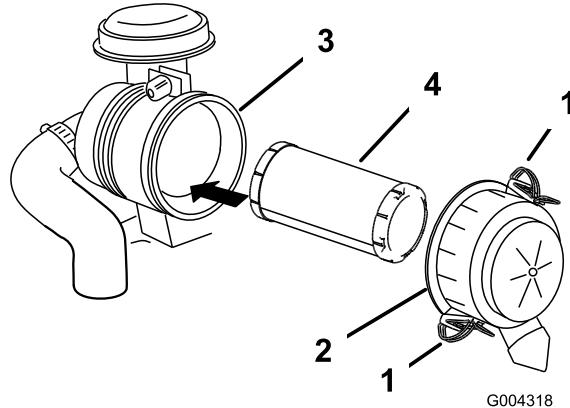

Figura 32
3. Abra los cierres del limpiador de aire y tire de la tapa del limpiador de aire para separarla de la carcasa del limpiador de aire (Figura 32).
5. Extraiga con cuidado el filtro de aire de la carcasa del limpiador de aire (Figura 32). Evite golpear el filtro contra el lado de la carcasa.
2. Deslice el filtro de aire con cuidado en la carcasa (Figura 32).
- Instale la tapa del limpiador de aire con el lado que lleva la palabra **UP** hacia arriba, y fije los cierres (Figura 32).